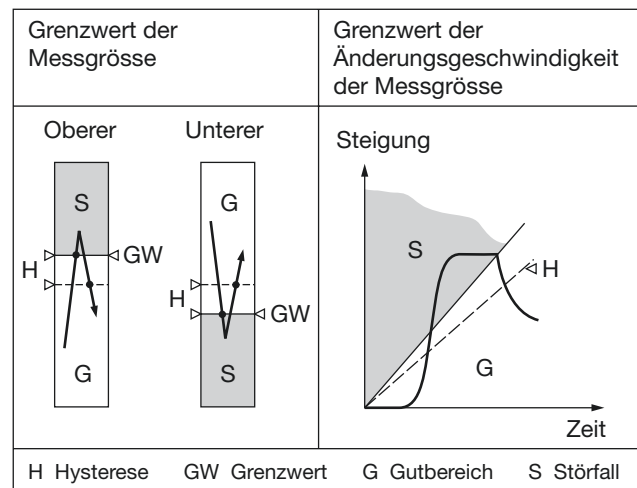

Bild 3
– zur Überwachung der Messgröße als unterer oder oberer Wert zwischen - 10 und + 110%² (siehe Bild 3, links)
zwischen \pm 1 und \pm 50%²/s (siehe Bild 3, rechts)